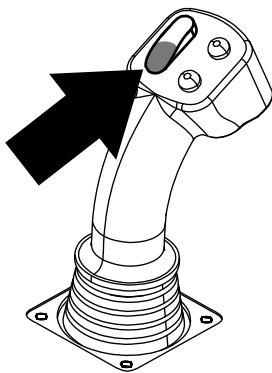

Figure 8
- Maintenez le bas de l'interrupteur à bascule enfoncé (Figure 8) jusqu'à ce que l'élévateur s'abaisse, la came tourne vers l'opérateur et les bras soient complètement déployés (Figure 9).